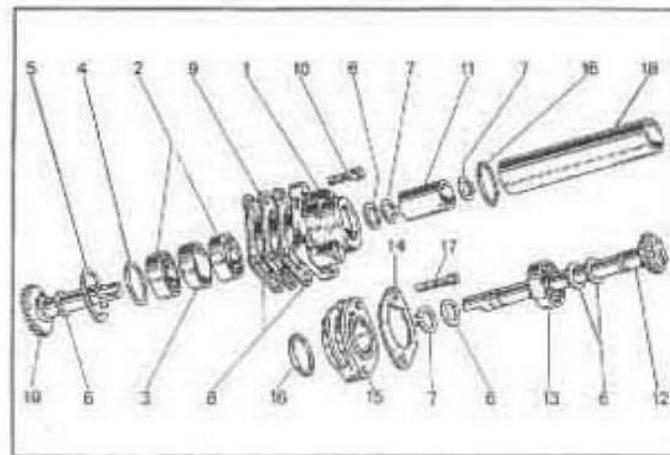

Fig. 32
**Nota** - Fare bene attenzione a non perdere la molla e la sfera alloggiata nel carter, dato che esse possono cadere quando il gruppo pompa si stacca dalla sua sede (fig. 32).
**Note** - Be careful not to lose the spring and the steel ball which are housed in a hole in the crankcase, because they are easily dropped and lost during pump body removal (fig. 32).